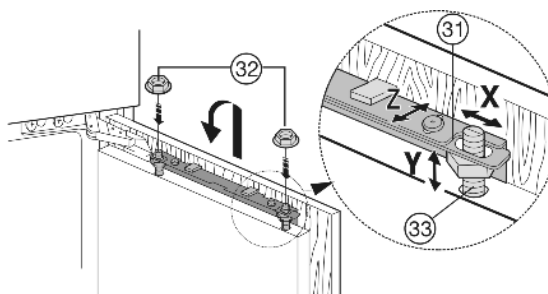

Fig. 27
- ▶ Pendurar a porta do armário nos pernos de ajuste Fig. 27 (33) e aparafusar as contraporcas Fig. 27 (32) nos pernos de ajuste, de forma a ficarem frouxas.
- ▶ Alinhar a porta do armário em altura e inclinação lateral: Ajustar os pernos de ajuste Fig. 27 (33) com uma chave de parafusos.
- ▶ Apertar as contraporcas Fig. 27 (32).